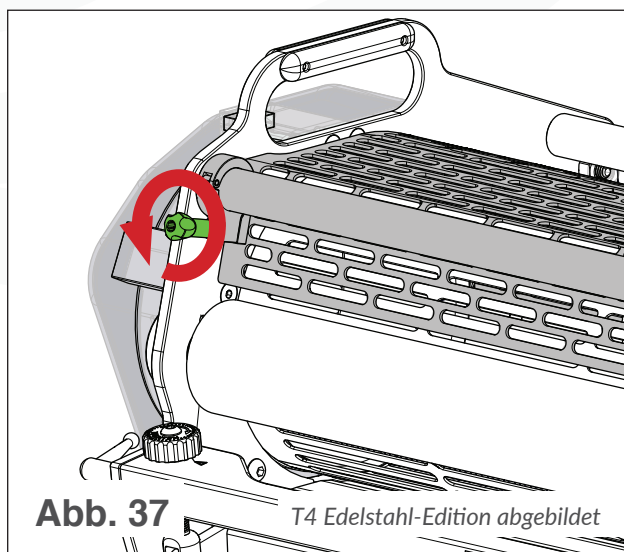

Abb. 37
- i. Lösen Sie die Trommelknöpfe mit einem $\frac{5}{32}$ Innensechskantschlüssel (siehe Abb. 37).